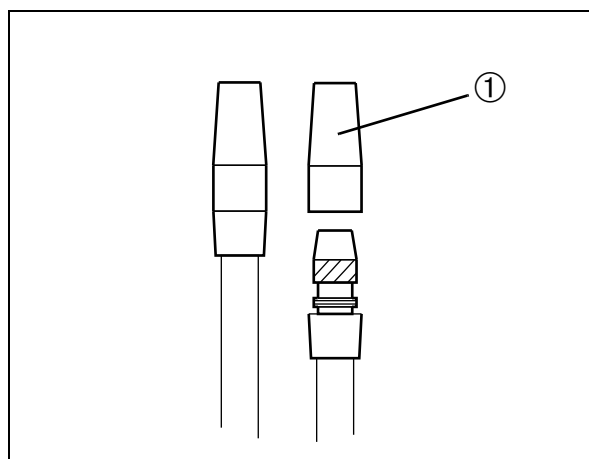

Abb. 13
In das Adapterstück ① (Abb. 13) des Handstücks können handelsübliche Saugkanülen eingesetzt werden.